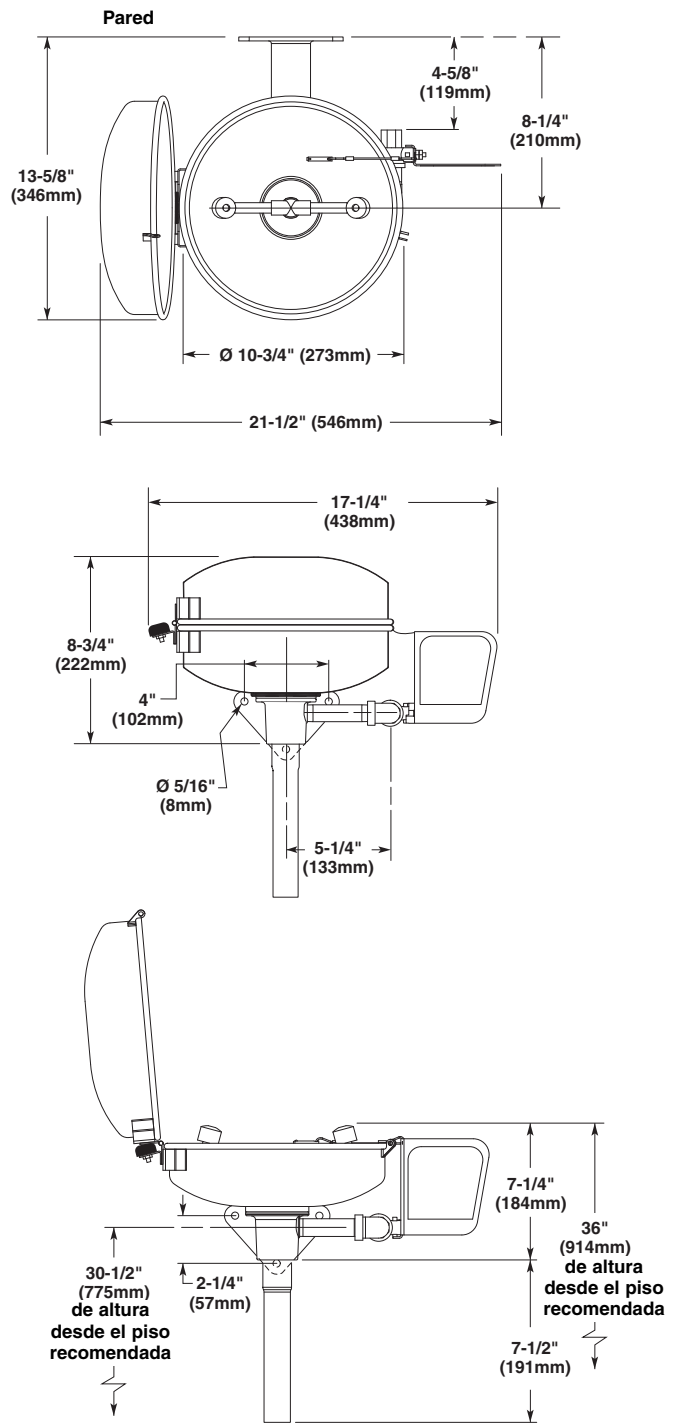

Figura 1
2. Usando el accesorio de entrada del drenado como plantilla, marque los orificios para ubicación de los pernos en la pared O instale tres soportes de pared adecuados (proporcionados por el instalador) para pernos de 3/8" en la pared, en los lugares marcados para los orificios (Figura 1).